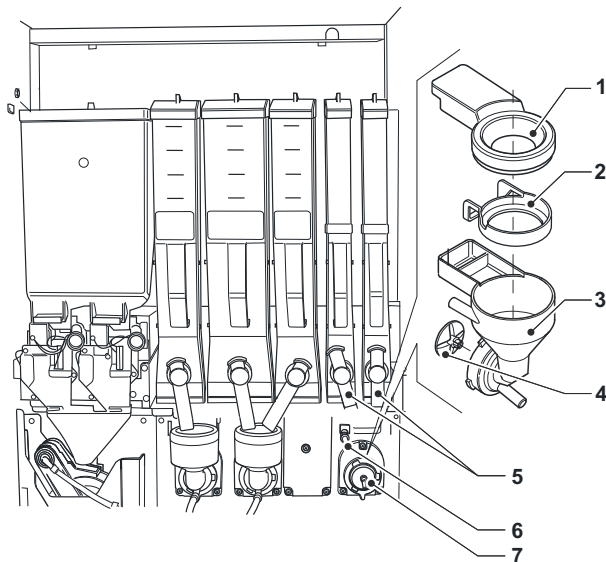

Рис. 9
- Снять (см. Рис. 9) с миксера раструбу для порошка, воронки для подачи воды, воронки для порошка и лопасти миксеров.